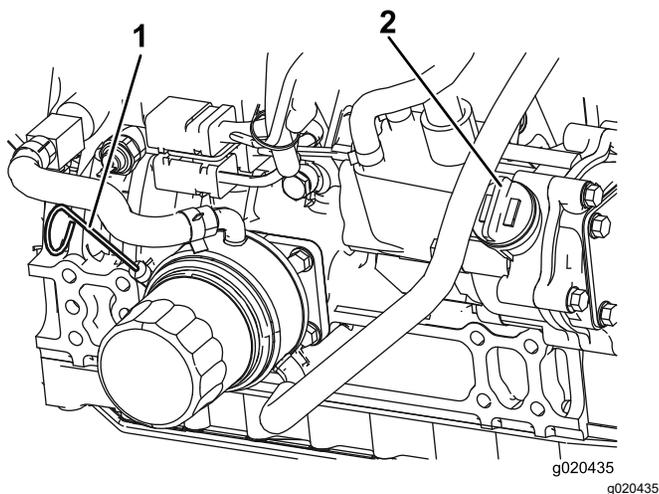

Рисунок 90
Уровень масла должен находиться в допустимом интервале (Рисунок 90).
4. Если масло ниже допустимого уровня, снимите крышку маслозаливной горловины (Рисунок 90) и добавляйте масло до тех пор, пока его уровень не достигнет отметки Full (Полный).